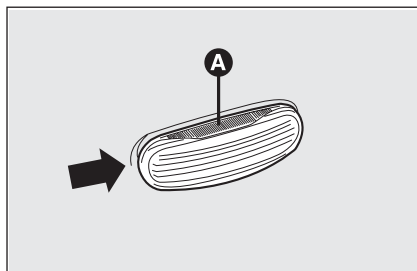
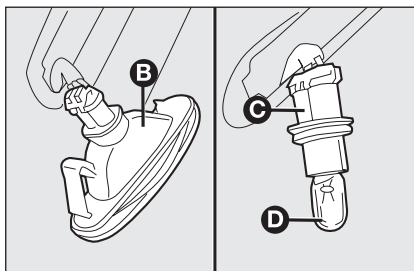

fig. 26
fig. 27
- ☐ intervenga en la pantalla **A-fig. 26** de forma que se comprima el muelle interior **B-fig. 27**, y saque el grupo hacia afuera;